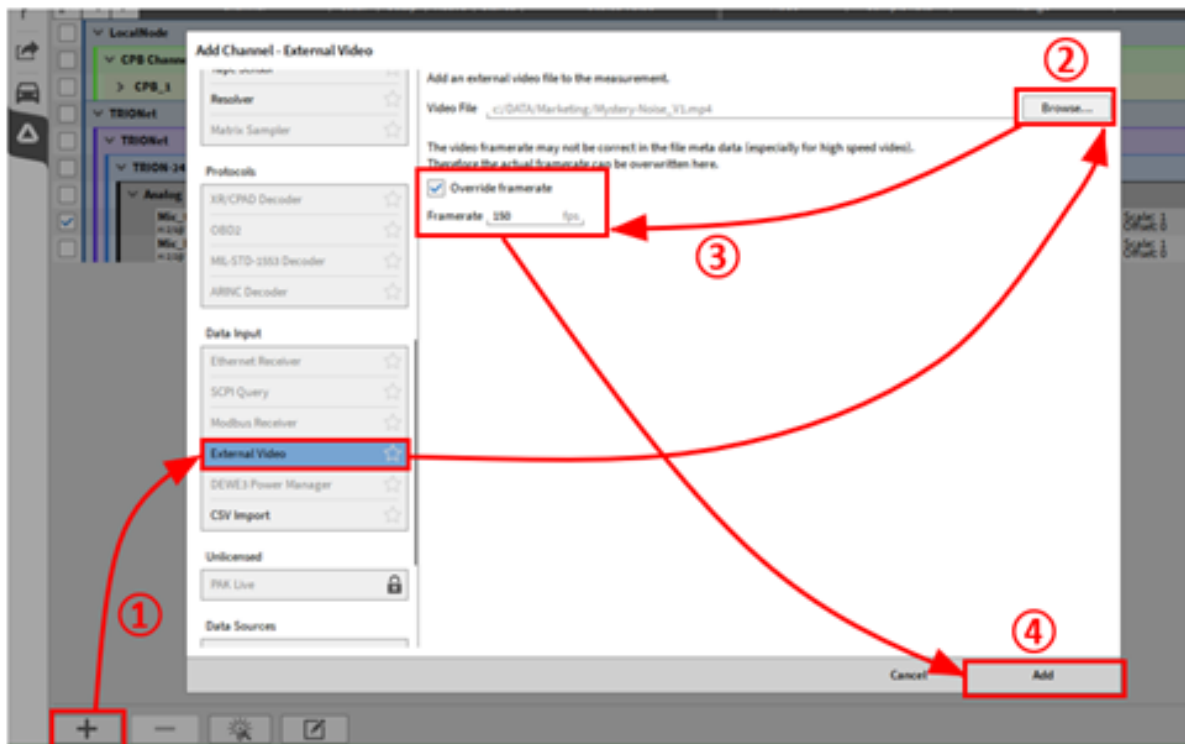

Abb. 7.167: Verfahren zum Laden eines externen Videos
- Gehen Sie zur Kanalliste, drücken Sie die +-Taste und wählen Sie *Externes Video* (siehe ① in Abb. 7.167)
- Klicken Sie auf *Durchsuchen...*, um die Videodatei auszuwählen (siehe ② in Abb. 7.167)
- Geben Sie die native Aufnahmebildrate des Videos ein (siehe ③ in Abb. 7.167)
- Drücken Sie Hinzufügen, um einen neuen Videokanal zu (siehe ④ in Abb. 7.167)